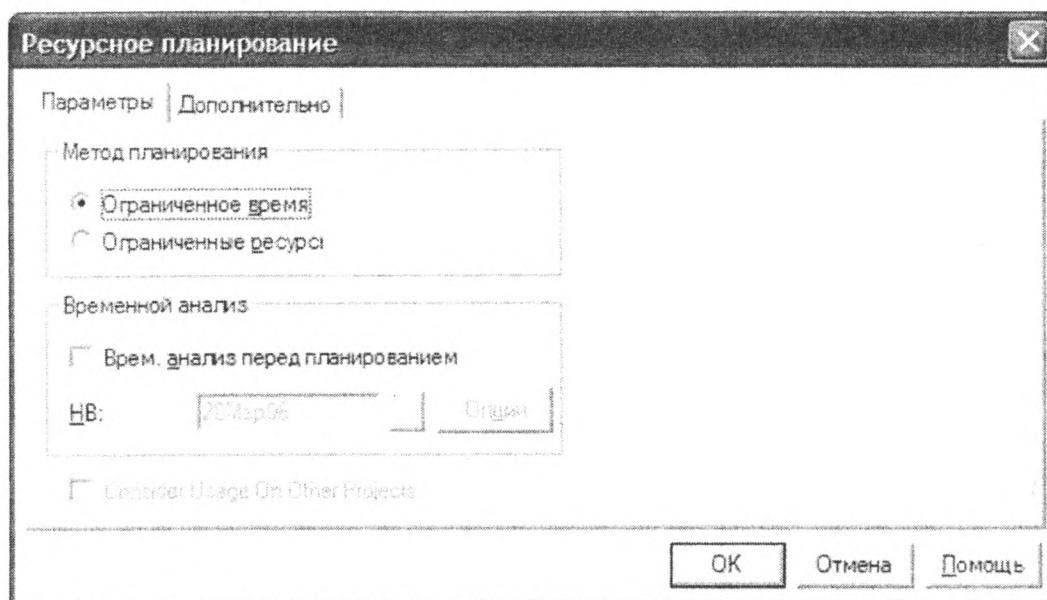

Рис. 43. Ресурсное планирование
2. В появившемся окне (рис. 43) в качестве метода планирования выберите **Ограниченное время** и нажмите на кнопку **ОК**.